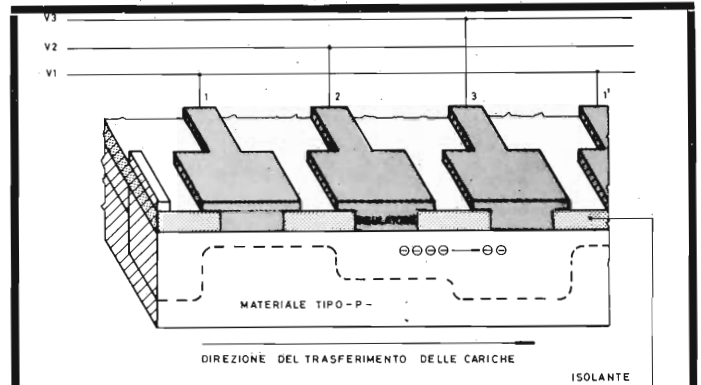

Fig. 5 - **Trasferimento** - La carica viene trasferita sotto l'elettrodo 3 dall'azione prodotta da una tensione V3 maggiore di V2.
*Sono in possesso dello schema elettrico dell'apparecchio in questione, schema di cui vi fornisco una fotocopia. (Fig. 5). Come potrete anche voi notare, su questo schema, il transistor finale di riga impiegato è un BU 208. A questo punto, la mia confusione è giunta al massimo.*
Fig. 5 - Stadio finale di riga del TV color Saba P 3616. Il transistor finale orizzontale può essere sia un BU 208 come indicato nello schema che un transistor S 408 T prodotto dalla Telefunken.